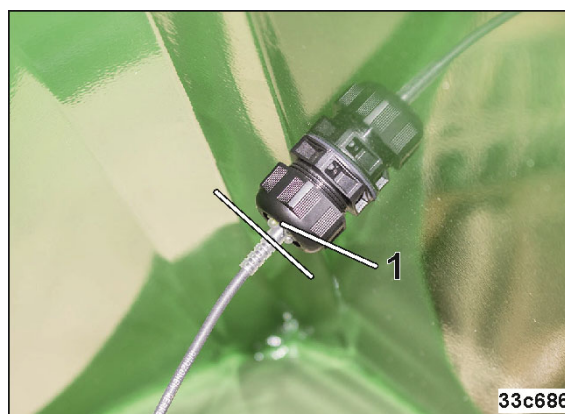

Fig. 148
4. Introduceți senzorul nivelului de umplere atât de mult în prindere până când ieșirea cablului este introdusă coplanar în prindere (Fig. 148/1).